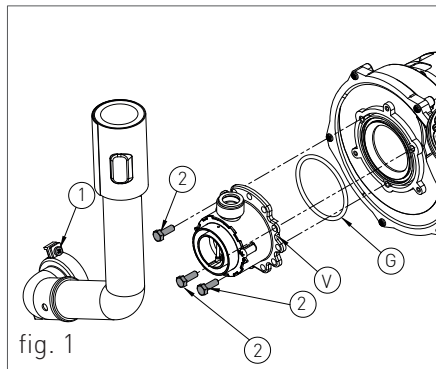

fig. 1
- > rimontare i componenti procedendo in senso inverso rispetto alle operazioni di smontaggio assicurandosi che venga rimontata la guarnizione 'G' come in fig.1;